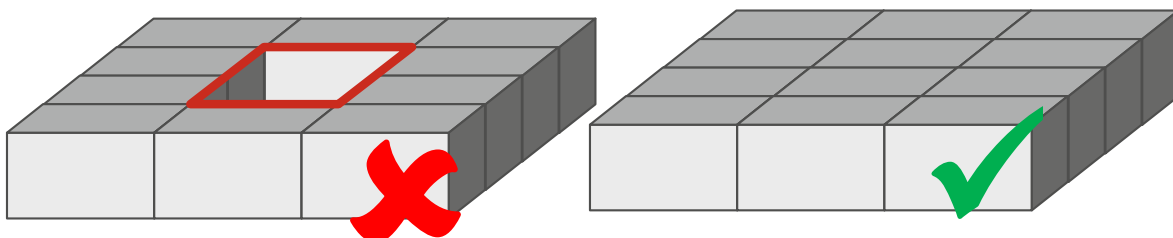

Abbildung 25: Links: Kaminbildung (grundsätzlich nicht zulässig), Rechts: angemessenes Lagenbild
- Kaminbau wird grundsätzlich ausgeschlossen (siehe Abbildung 25)*